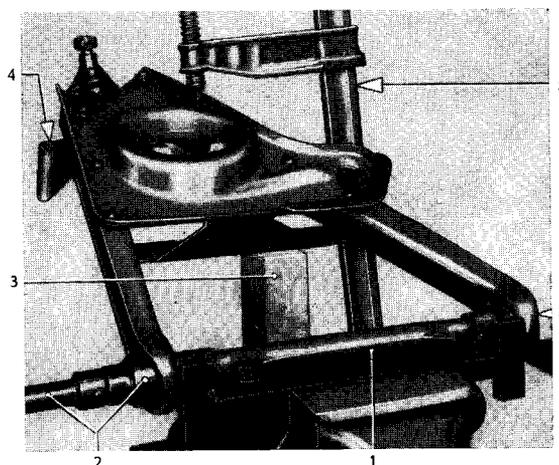

Bild 70 – Lenker zum Einschrauben der Gewindebuchsen festgespannt
6. Lenker gemäß Bild 70 mit Schraubzwinge (70/5) festspannen.